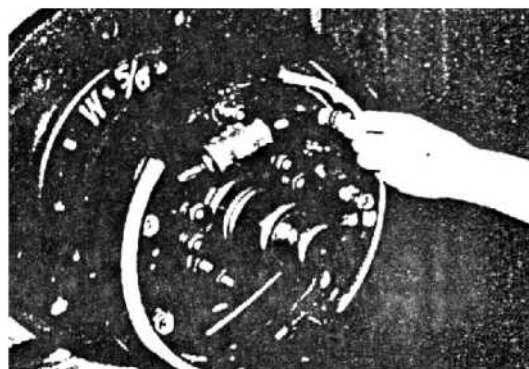

Рис. 8-23
(5) Установите тормозной трос в сборе на нижнюю пластину с помощью Е-образного стопорного кольца.
(6) Установите тормозную колодку на нижнюю пластину с фиксированной пружиной, но нижняя часть вспомогательной тормозной колодки с фиксированной пружиной должна быть установлена после установки седла нажимной пружины и регулировочного рычага. Убедитесь, что седло нажимной пружины установлено в отверстия регулировочного рычага (рис. 8-23).